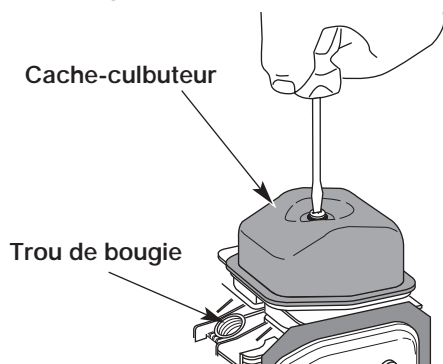

Fig. 70
7. Nettoyez toute saleté autour du cache-culbuteur. Retirez la vis retenant le cache-culbuteur à l'aide d'un tournevis à lame plate large ou à mèche no. T-25 Torx (Fig. 70). Enlevez le cache-culbuteur et le joint.
- Le piston est au sommet de sa course lorsqu'on regarde par le trou de la bougie (Fig. 70)